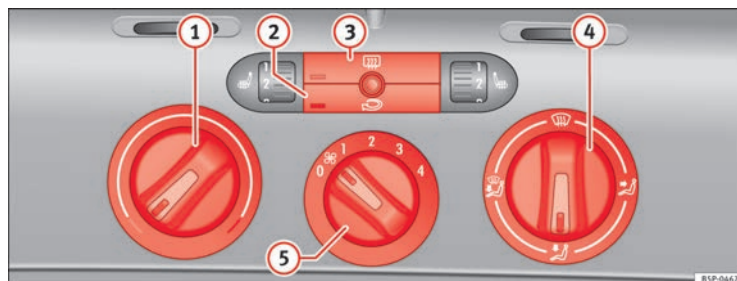

Abb. 127 In der Instrumententafel: Bedienelemente der Heizung
- Mit den Reglern ⇒ Abb. 127 ① und ④ und mit dem Schalter ⑤ stellen Sie die Temperatur, die Luftverteilung und die Gebläsestufe ein.
- Drücken Sie die jeweilige Taste ② bzw. ③, um eine Funktion ein- oder auszuschalten. Bei einer eingeschalteten Funktion leuchtet die Kontrollleuchte unten links an der Taste auf.